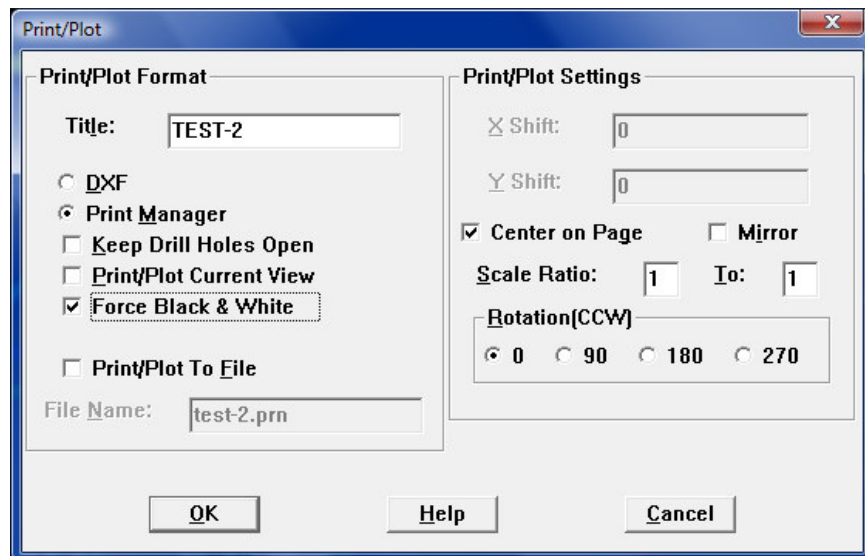

Fig. 29.
- Rezultă caseta de dialog din fig. 29.